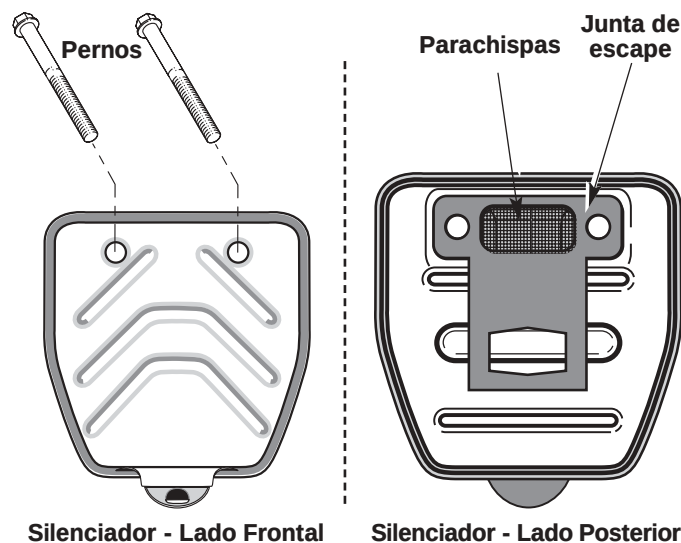

Fig. 41
2. Ubique el frente del silenciador y los dos (2) pernos que lo sujetan al motor (Fig. 41). Quite los dos (2) pernos con un destornillador de punta plana, una llave de tubo de 8 mm (5/16 pulg.) o destornillador para tuercas. Hale el silenciador del motor.
3. Voltee el silenciador al lado posterior y ubique la junta de escape. Retire la junta de escape (Fig. 41).
7. Ponga la junta del silenciador contra el lado posterior del mismo. Alinee los orificios de los pernos de la junta del silenciador en el silenciador. Mientras sostiene la junta en su lugar, ponga los pernos en el lado frontal del silenciador (Fig. 41).